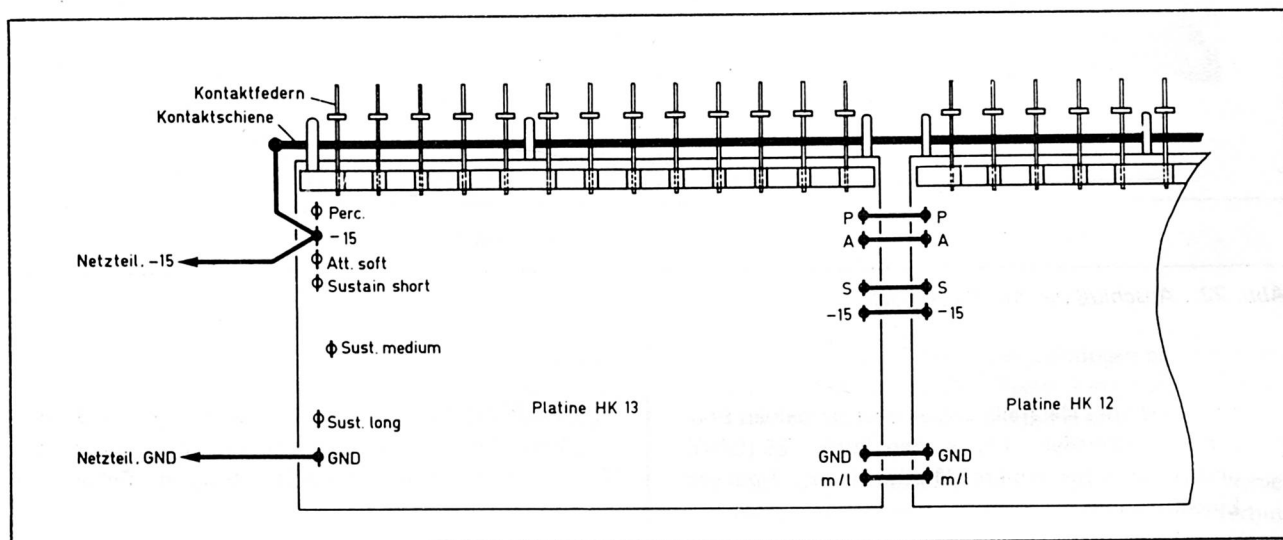

Abb. 24: Provisorischer Anschluß der Hüllkurvenplatinen
- In beiden Manualen nach Abb. 24 die Kontaktschleife mit dem Stift "15 V" der Platine HK 13 verbinden und die Platinen über je zwei Leitungen an das Netzteil anschließen.